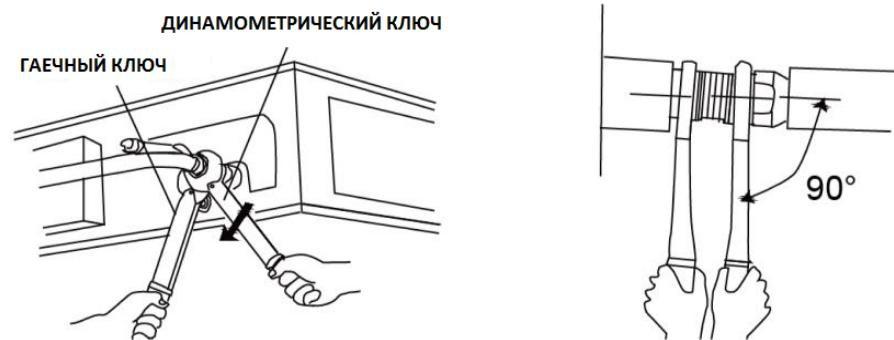

Рис. 4.12
(2) Не изгибайте трубы под углом более 90 °.
(3) При неоднократном изгибиании и обратном растягивании трубы, свойства материала трубы (медь) теряются. После нескольких циклов изгиба/разгибания труба может потерять свою прочность. Не изгибайте и не растягивайте трубы более чем три раза.
(4) При изгибе трубы, не изгибайте ее в изоляции. Возможно повреждение трубы. Следует сделать надрез изоляции, как показано на рис. 4.12, и только после этого изгибать трубу. После изгиба трубы, следует обратно восстановить теплоизоляцию, закрепив её скотчем.